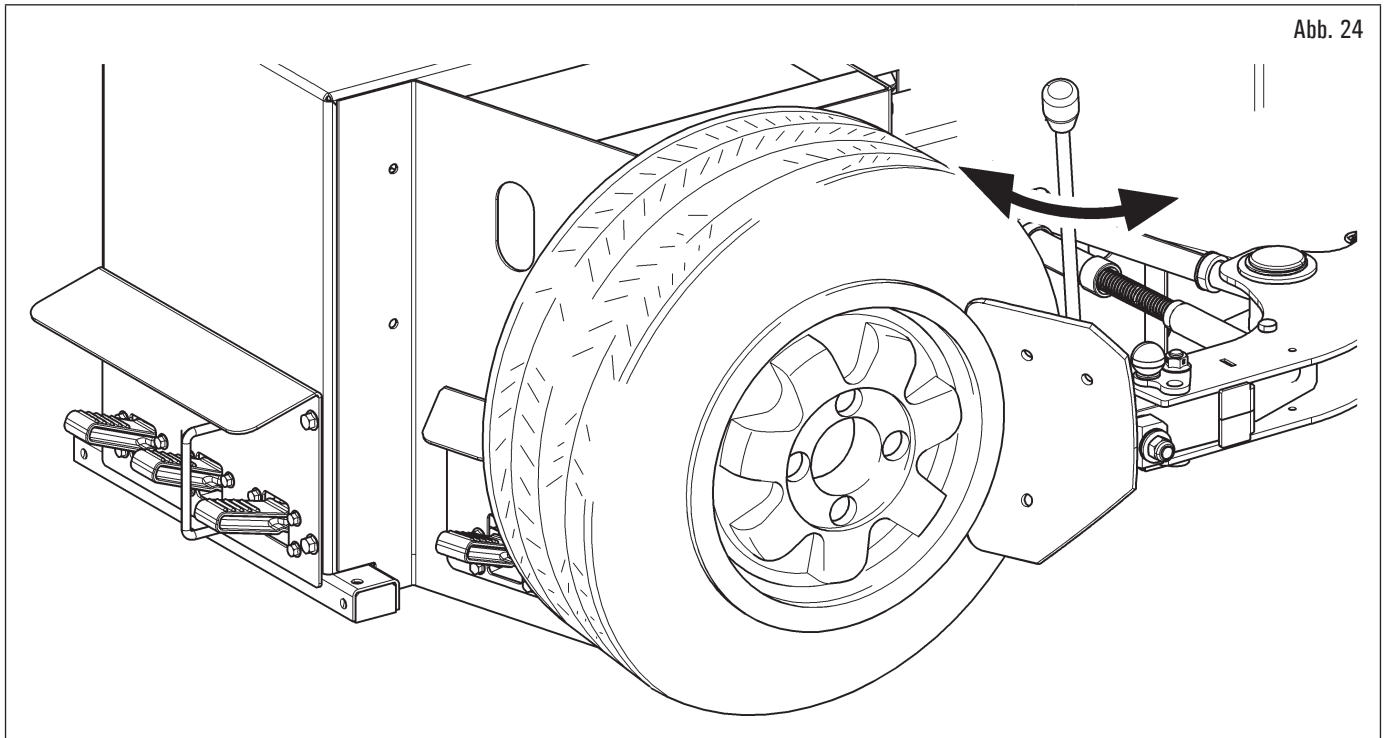

Abb. 24
1. bringen Sie das Rad wie in Abb. 24 gezeigt an und nähern Sie das Abdrückschaufel dem Rand der Felge;